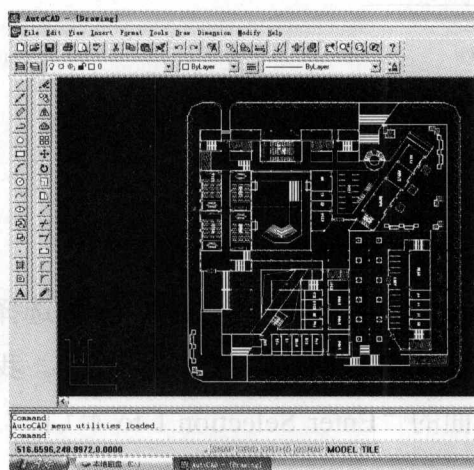

图 2-1
(1) 打开 CADR14，在【文件】菜单下点击 (Open) 键，打开一个文件，如图 2-1 所示。